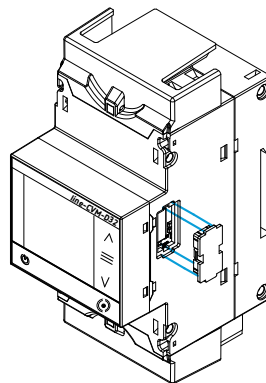

Figura 3: Instalación paso 1.
1.- Retirar las tapas protectoras del conector de expansión, que se encuentran en la parte lateral de los equipos, con un destornillador de punta plana (Figura 3).